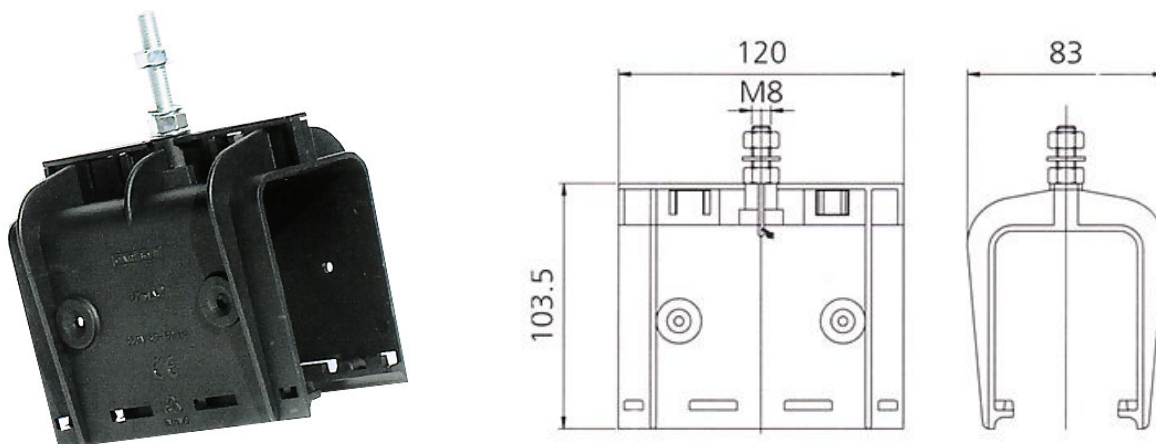

Рисунок 6 - Общий вид соединительной муфты для коробов с точкой фиксации
3.5. Характеристика соединительной муфты с точкой фиксации для коробов с непрерывной медной полосой (см. рис.6):